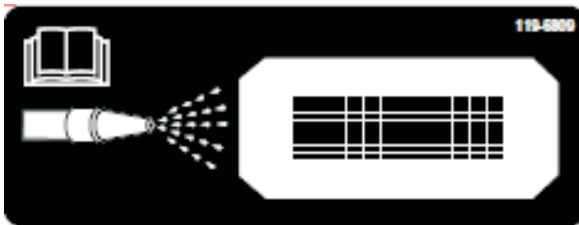
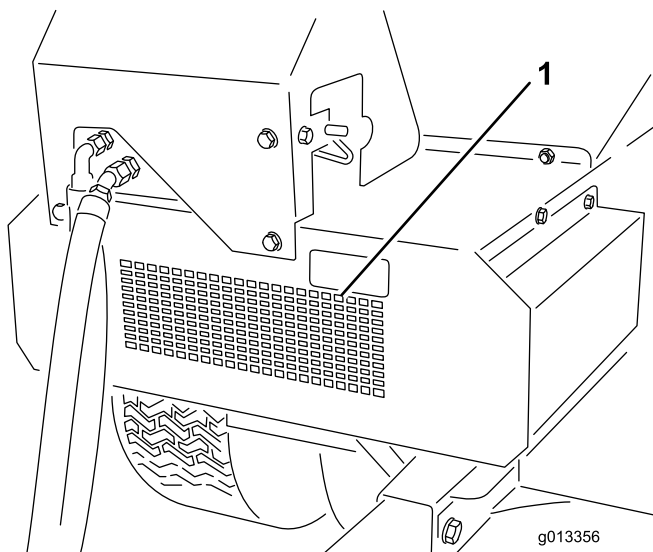

Bild 51
Bild 52
10. Ermitteln Sie das Reinigungsanschlusschild vorne am ProPass (Bild 51). Spritzen Sie mit einem Gartenschlauch durch das vordere Schutzgitter, bis die Bodenplatte kein Material mehr enthält (Bild 52).